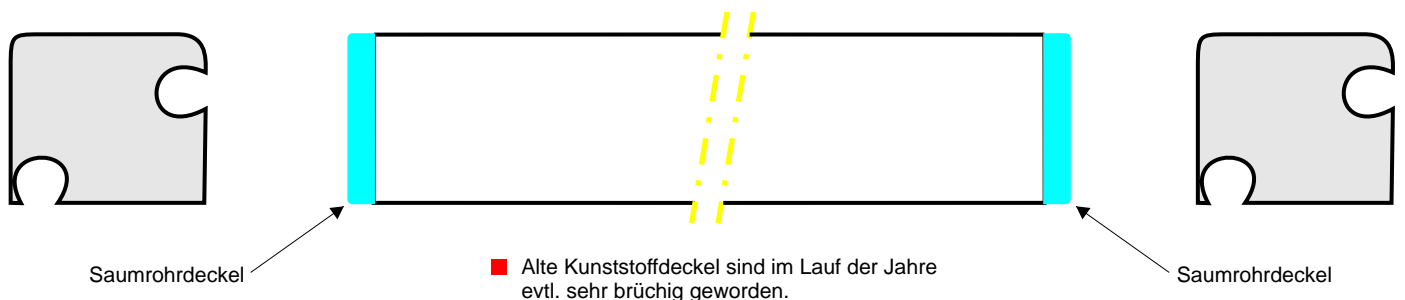

Bild 2
- Saumrohrdeckel links und rechts des Saumrohres abschrauben (aufgesteckt oder geschraubt). Bild 2
Den Keder (Kunststoffröhrchen) in den Hohlraum schieben. Bild 2